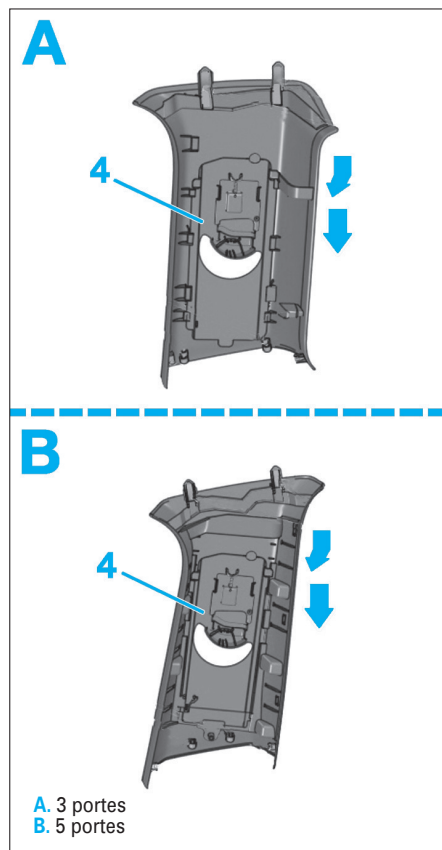

Fig. 66
- Dégrafer les garnitures supérieures de pied milieu (4) comme illustré (Fig.66).